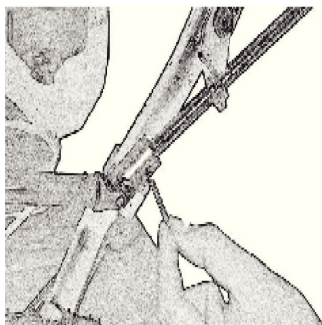

рис. 5
- зафиксируйте шплинтом (рис. 5).